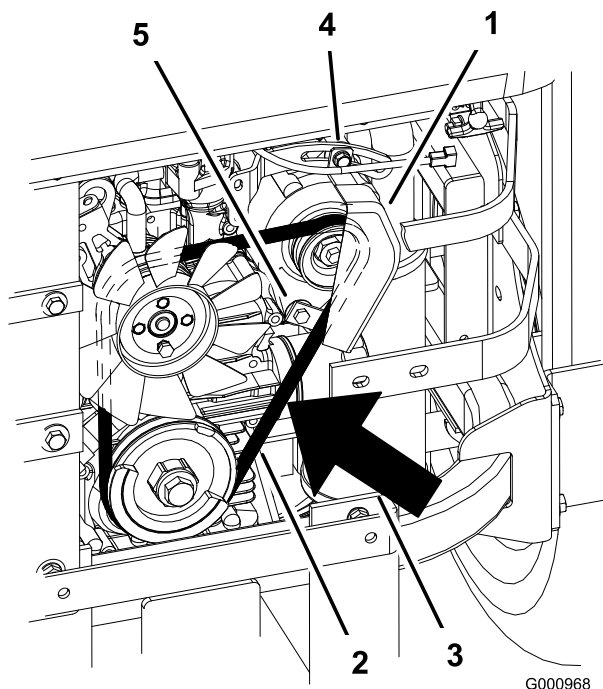

Figure 72
- Desserrez le boulon inférieur et retirez le boulon de fixation supérieur de l'alternateur et du couvercle (Figure 72).
- Installez une courroie neuve autour des poulies et de l'alternateur (Figure 72).
14. Serrez le boulon inférieur et vissez le boulon de fixation supérieur de l'alternateur et du couvercle (Figure 72).
2. Réglez l'alternateur vers l'extérieur jusqu'à ce que la courroie présente une flèche de 7 à 9 mm (1/4 à 11/32") quand une force de 10 kgf est exercée entre les poulies du moteur et de l'alternateur (Figure 72).
5. Si la flèche est correcte, serrez les boulons inférieur et supérieur (Figure 72).